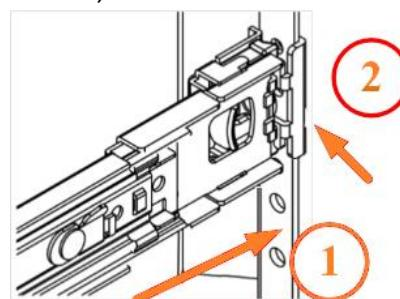

Рисунок 65 – Завершение стойки кронштейна
- 6) Завершить сборку кронштейна на стойке с противоположной стороны, как описано выше (см. Рисунок 65).